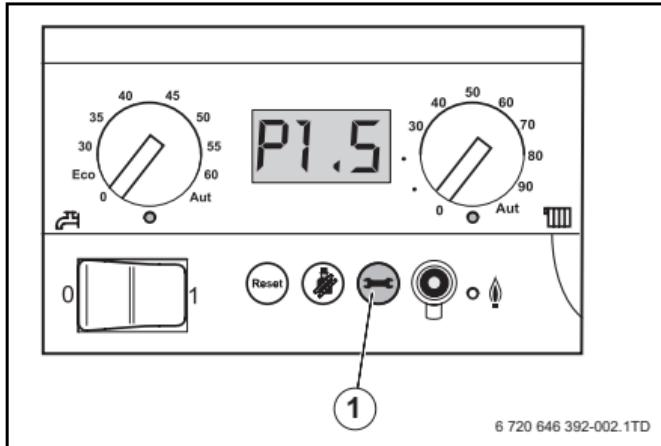

Bild 7 Bedieneinheit BC10
- Wasserhahn öffnen und die Heizungsanlage bis 1,5 bar befüllen. Dabei Druckanzeige für den Heizkreis beachten. Den Druck am Bedienfeld (→ Bild 7, Seite 24) ablesen.
- Betriebsdruck auf dem Display der Bedieneinheit (→ Bild 7, Seite 24) erneut ablesen. Wenn der Druck unter 1,0 bar liegt, muss die Heizungsanlage, wie oben beschrieben, weiter aufgefüllt werden.
- ▶ Ein/Aus-Schalter am Bedienfeld des Geräts auf „0“ schalten (→ Bild 7, [1]).